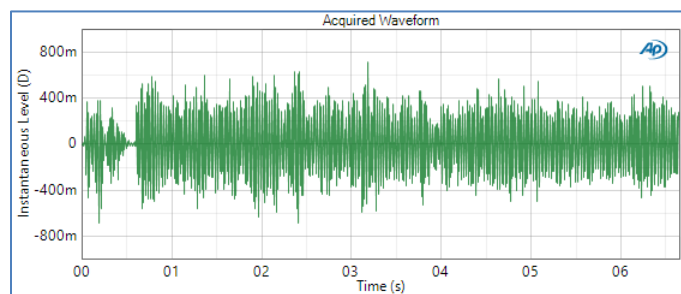

図11.スマートスピーカー入力システムで記録しクラウドから取得した波形
- g. スピーチチャッターなどの信号を利用する場合は、スマートスピーカーシステムはスピーチを認識せず、数秒後にギブアップしてファイルが短くなります。図11では録音されたオーディオファイルの長さは7秒です。このように短いファイルを最大限に利用するには、オーバーラップを75%に設定し、取得長インジケーターがファイルの長さに近くなるように平均を設定するようにします。